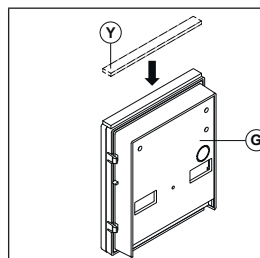

Fig. 6
Applicare la guarnizione adesiva (Y) come mostrato in **Fig. 6**.